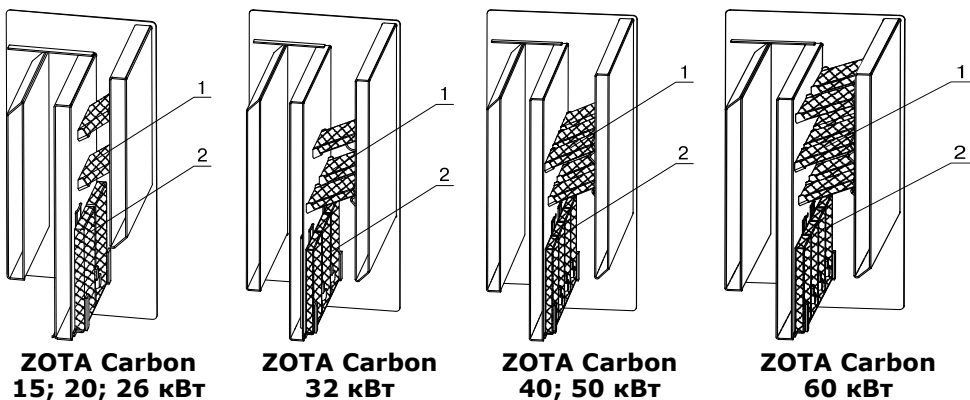

Рис.2 Схема установки шамотных кирпичей
5.8. Установка шамотных кирпичей для каждой модели котла показана на Рис.2 и производится в следующем порядке:
- Установите в вертикальное положение шамотные кирпичи поз.2 вдоль стенки перегородки до упора, после установите шамотные кирпичи (Рис.2, поз.1) так что бы один край кирпича лежал на скобе а второй опирался на уголок (количество и габариты шамотных кирпичей для каждой модели котла указаны в таблице 2).